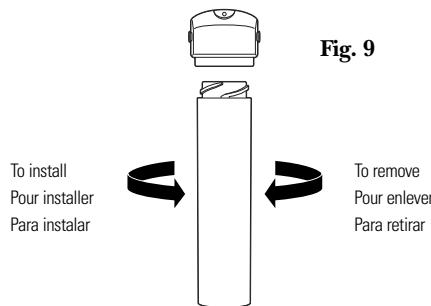

Fig. 9
2. Remove the filter canister from the manifold by rotating the canister to the left about 1/3 turn (Fig. 9).
2. Retire el recipiente del filtro del colector rotando el recipiente a la izquierda aproximadamente 1/3 de giro (Fig. 9).